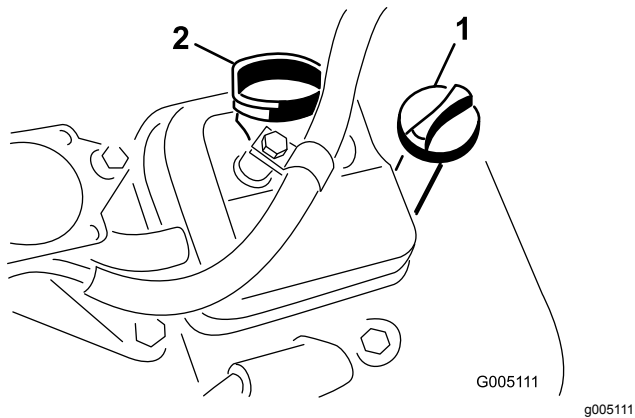

Figura 30
- Insira a vareta no tubo da vareta e enrosque-a no tubo (Figura 30).